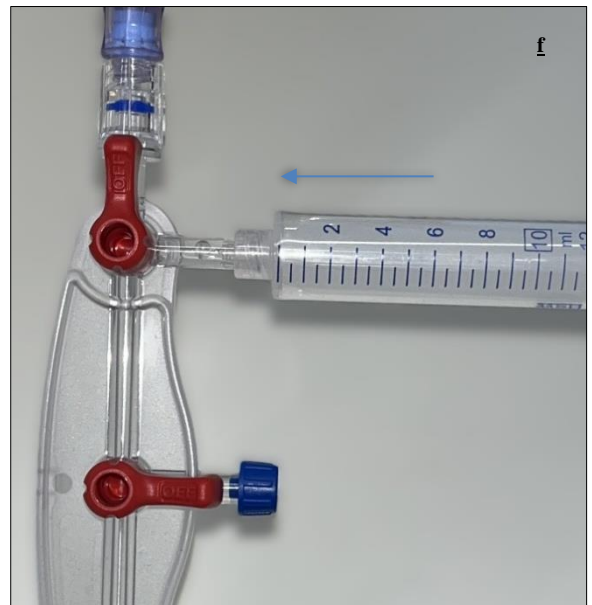

Fig. 32. Het starten van de elutie door de plunjer van de spuit voorzichtig in te duwen, waarbij de stroomsnelheid niet boven de 2 ml/min mag komen.
- Duw de plunjer voorzichtig in om de generator te elueren; handhaaf daarbij de aanbevolen stroomsnelheid voor optimaal resultaat. (Zie Fig. 32.)